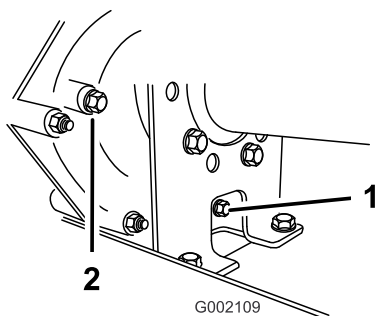
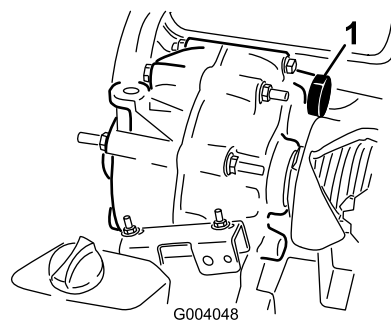

Figura 48
Figura 49
2. Retire o tampão de escoamento do lado direito do reservatório (Figura 48) e deixe o fluido escorrer para um recipiente adequado. Monte e aperte o tampão quando o fluido parar de escorrer.
3. Encha o reservatório (Figura 49) com cerca de 1,4 litros de óleo de motor SAE 10W30 ou até que o nível de óleo atinja o fundo do orifício indicador (Figura 48).